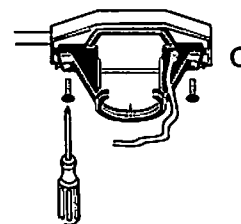

Fig. 4
4. Asegure el soporte de montaje (C) a la caja de salida con los tornillos, las arandelas de resorte, y las arandelas planas (tamaño 8 o M5) provistos con la caja de salida. [Fig. 4]
***Nota:** Es muy importante usar los artículos de ferretería correctos al instalar el soporte de montaje (C) puesto que sirve para sostener el ventilador. Por favor asegúrese de comprar cualquier artículo de ferretería que falte para poder instalar el soporte de montaje (C) correctamente.